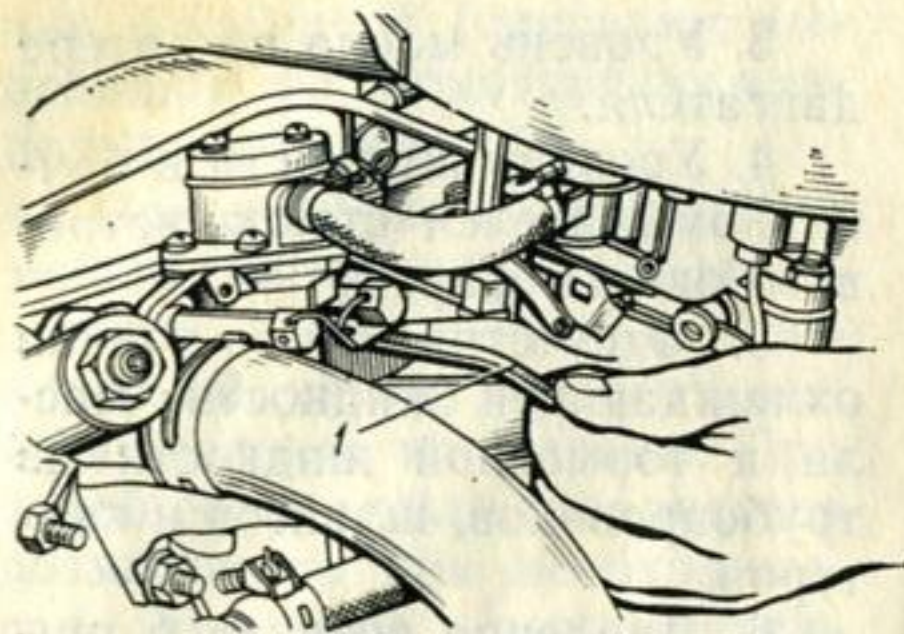

Рис. 30. Топливный насос двигателя:
**Пуск холодного двигателя.** После длительной стоянки автомобиля перед пуском двигателя необходимо подкачать бензин в карбюратор рычагом 1 (рис. 30) ручного привода топливного насоса.
Если все же горячая смесь оказалась переобогащенной, то удалите ее из цилиндров и впускной трубы. Для этого, нажав до отказа на педаль управления дроссельными заслонками карбюратора, включите стартер. Если после 5—7 с двигатель не начнет работать без перебоев, то выключите стартер и повторите пуск через несколько секунд. (Этим приемом пользуйтесь также при пуске перегретого двигателя в случае самопроизвольной его остановки). Перед повторным включением стартера поднимите и опустите несколько раз рычаг 1 (см. рис. 30) ручного привода топливного насоса, чтобы удалить из системы питания образовавшиеся в топливопроводах воздушные пробки или пары бензина, препятствующие нормальной работе топливного насоса.